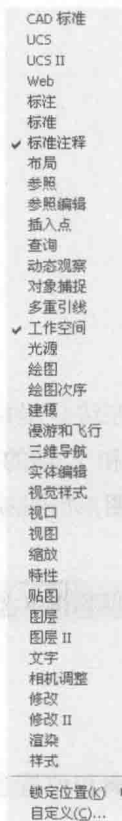

图 1-2 工具栏
- ▶ 工具栏：是执行操作命令的集合，包含多个由图标表示的命令按钮，每个按钮代表一个命令。AutoCAD 2008 提供了 37 个已命名的工具栏，图 1-2 为【标准注释】、【文字】、【绘图】、【缩放】工具栏。在任意工具按钮上单击右键，将会打开如图 1-3 所示的工具栏快捷菜单。选择某工具栏名称，可控制工具栏的打开与关闭，显示“√”的工具栏表示已经显示在工作界面上。